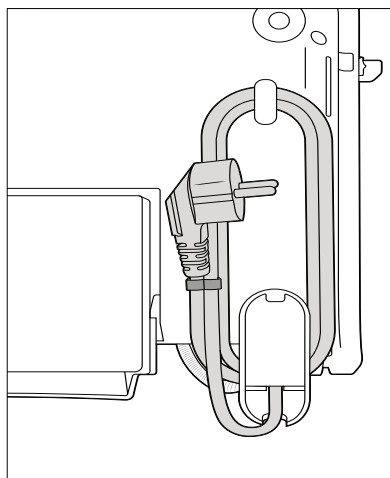

Fig. 2
- ◆ Pe partea inferioară a aparatului se află un suport de înfășurare a cablului ⑤. Înfășurați cablul de alimentare în sens orar în jurul cârligului și piciorului aparatului (fig. 2).